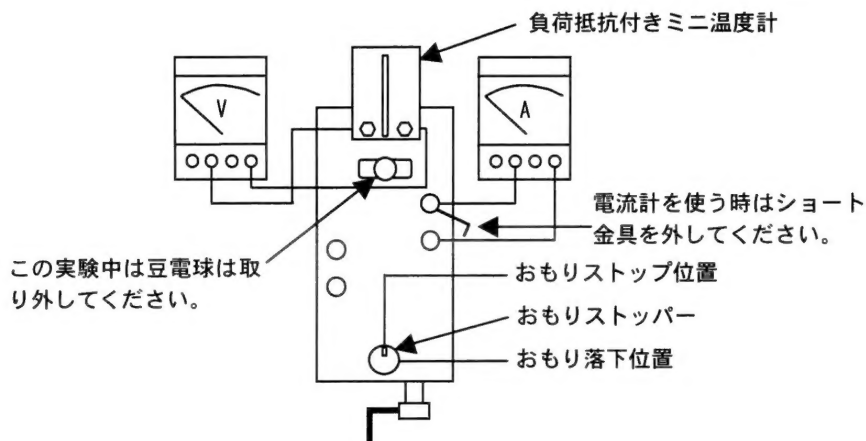

図6：発電実験（メータを接続したとき）
- 1) 負荷抵抗付きミニ温度計を図6（図1も参照）のように発電機出力端子に差し込みます。電力が生じていることを見るためには電圧計、電流計を図6のように接続します。ただしメータは接続しなくても観察できます。